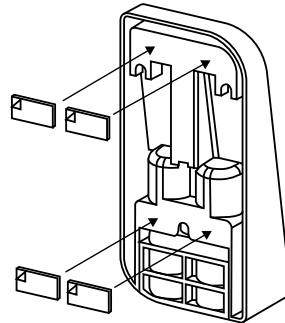

Abb. 114
- 2 Kleben Sie die beiliegenden Klebepads an die in der Zeichnung dargestellten Positionen und ziehen Sie die Trägerfolien ab (Abb. 114).